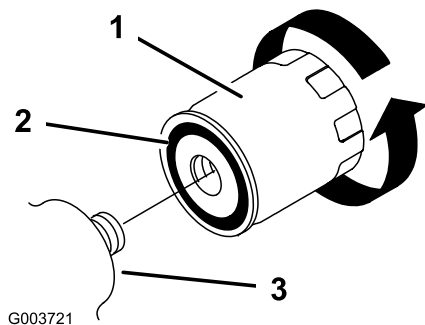

Figure 37
5. Enlevez le filtre à huile usagé (Figure 37) et essuyez la surface de l'adaptateur.
6. Appliquez une fine couche de liquide hydraulique sur le joint en caoutchouc du filtre de rechange (Figure 37).
7. Montez le filtre de rechange sur l'adaptateur (Figure 37). Tournez le filtre dans le sens horaire jusqu'à ce que le joint rejoigne l'adaptateur, puis serrez-le encore de 1/2 tour.